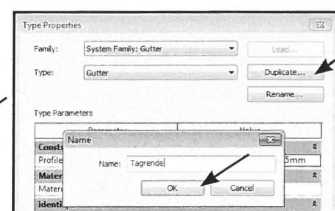

Fig. 03.25. *Duplicate - Navngiv - OK*.
- Klik *Duplicate*, navngiv og derefter *OK* (Fig. 03.25).